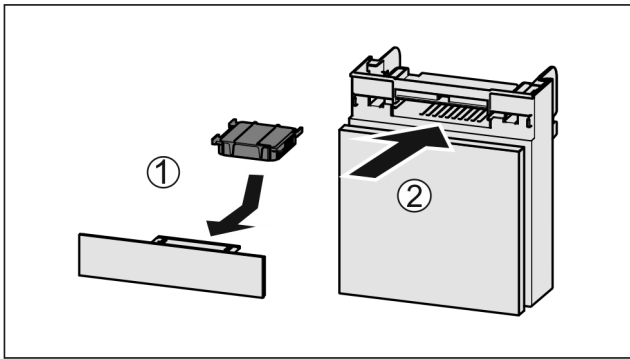

Fig. 112
- ▶ Aktivkohlefilter nach Abbildung einsetzen Fig. 112 (1).
- ▶ Fach einschieben Fig. 112 (2).